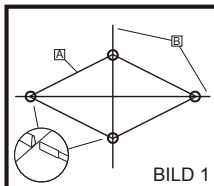

BILD 1
2. Trä in stängerna <B1> helt och hållet in i kanalerna. (BILD 1)